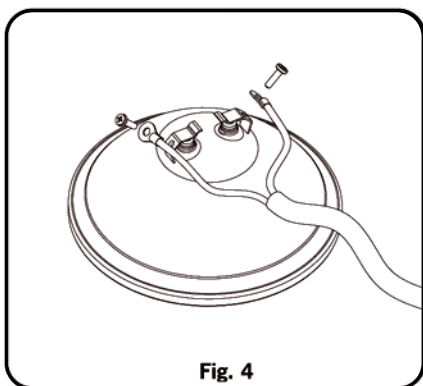

Fig. 4
4. Desaperte os dois parafusos destinados à ligação elétrica da lâmpada incandescente PAR 56 (Fig. 4).